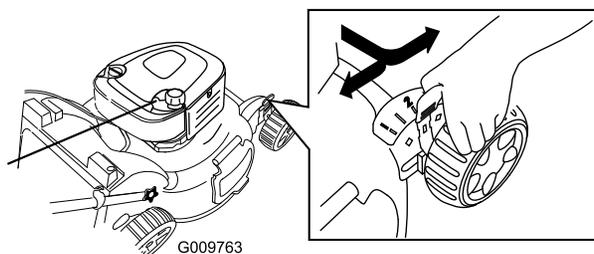

Figura 18
**Nota:** Per alzare il tosaerba, spostate in avanti tutte e 4 le leve dell'altezza di taglio; per abbassare il tosaerba, spostate indietro tutte le leve (Figura 18).